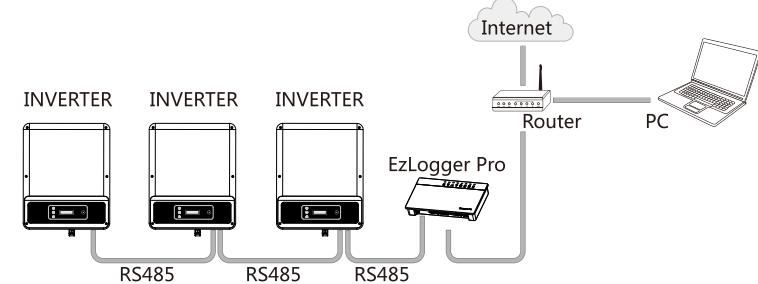

图 3.4.6-1
RS485接线方式如图3.4.6-1所示。
(1) 连接步骤：
- 取出附件包内的绿色端子，按照图3.4.6-2接线；
(2) 通过RS485通信线缆，将逆变器和EzLogger Pro连接。通过超五类网线将EzLogger Pro 连接到交换机或路由器。